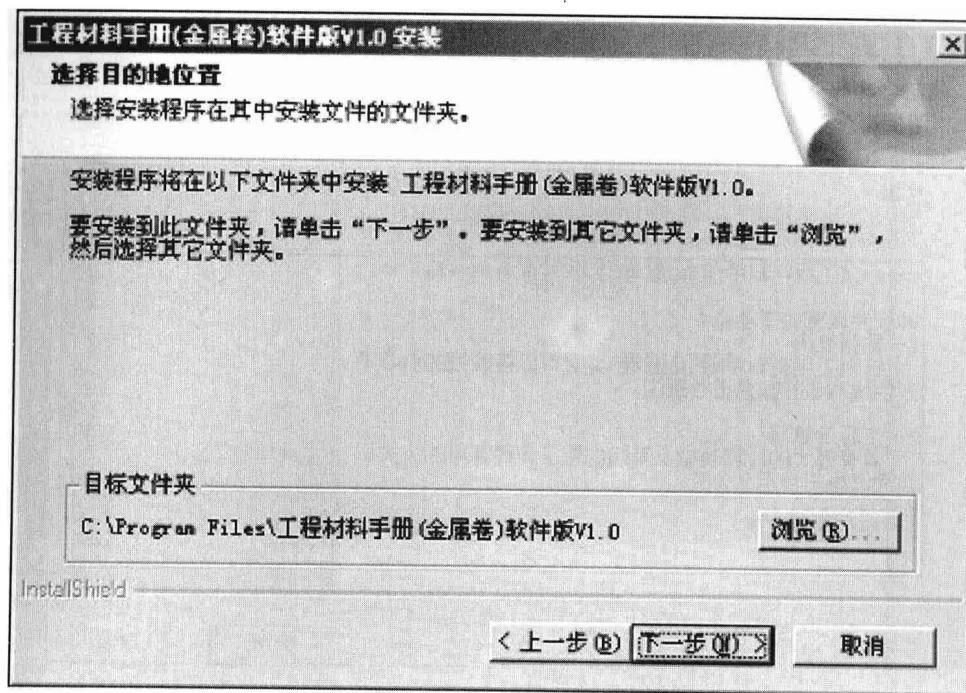
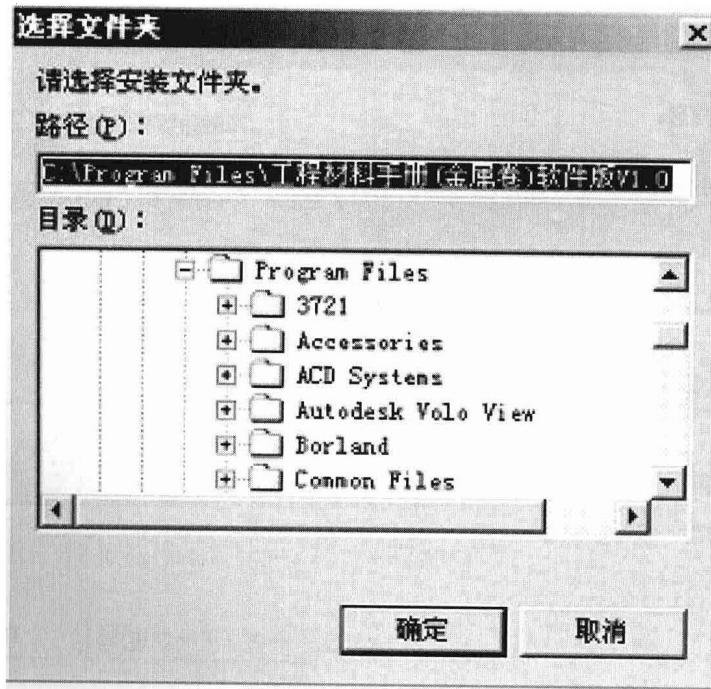

图 1.5 选择安装目录界面
图 1.6 选择合适的文件夹界面
(6) 进入选择安装目录界面，如图 1.5 所示。系统推荐的安装目录是 C:\Program Files\工程材料手册（金属卷）软件版 V1.0，如果同意安装在此目录下，单击“确定”按钮。如果希望安装在其他的目录中，单击“浏览”按钮，在出现的对话框中选择合适的文件夹后，单击“确定”按钮，如图 1.6 所示。